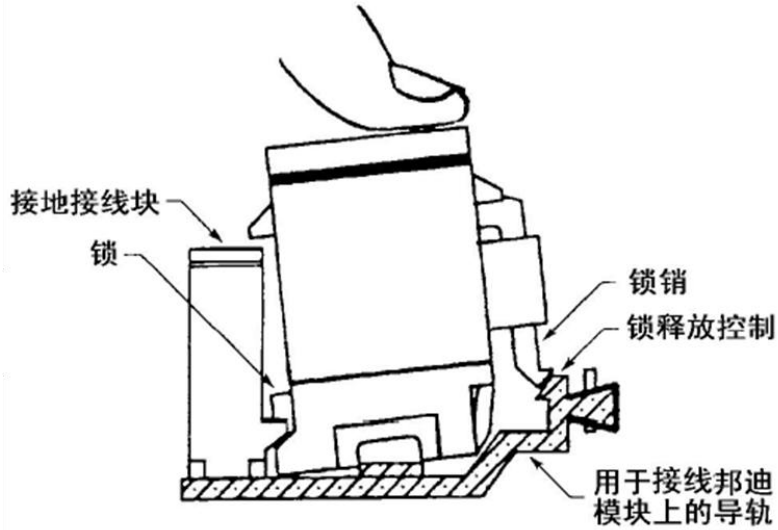

图 2
| <p>4. 更换 S280W555-108 接线块</p> <p>(1) 拆装前准备断开标准线路实训平台 PANEL LIGHT 电门电源，并挂上红色警告牌。拔出 CB001 的跳开关，安装线路跳开关卡环，挂上红色警告牌。正确佩戴防静电腕带并可靠接地。</p> <p>(2) 接线块拆除用手指按压释放接线块锁扣，将接线块从安装导轨上取下；使用手册推荐的接线块退钉工具退出接线块上插钉，每一根导线都做好标记。</p> <p>(3) 接线块安装使用手册推荐的接线块送钉工具，按照标记位置将接线块插钉一一送入正确的插孔，并检查是否正确锁定。将接线块安装到接线块安装导轨并确认锁扣已正确锁定。（参照图 2）移除红色警告牌和跳开关卡环，闭合恢复跳开关。</p> <p>注意：按照要求退出和送入接线块插钉，不可弯曲或蛮力操作退/送钉工具，否则会损坏工具或接线块。</p> |                         |